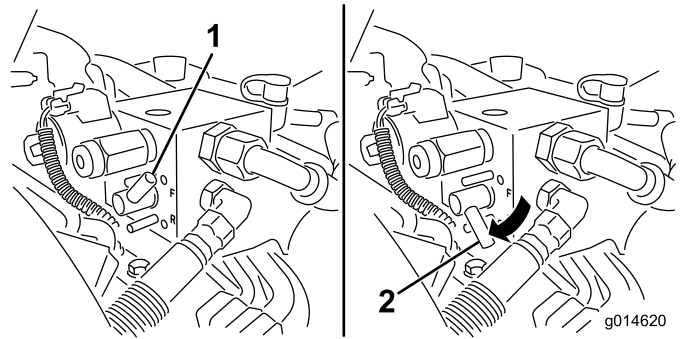

Рисунок 53
5. Поверните рычаг шлифовки (заточки) обратной стороны в положение реверса (R) (Рисунок 53).